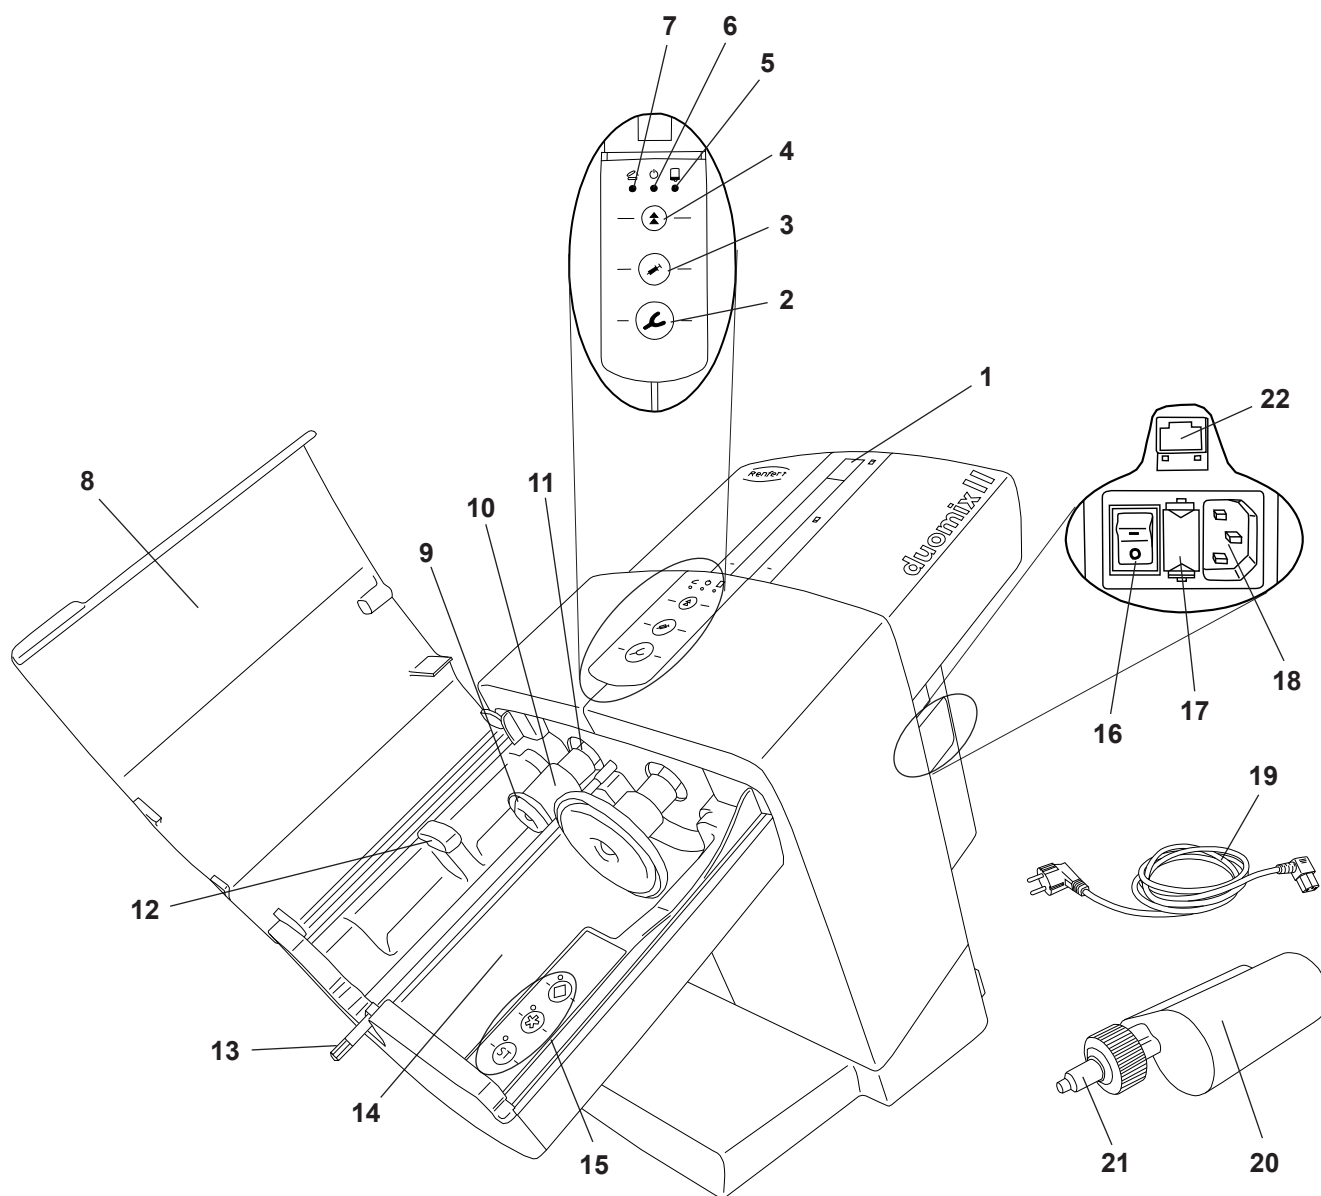

Fig. 1
- ⇒ Inserire il cordone di rete (19, Fig. 1) incluso nella confezione nella presa per l'allacciamento di rete.
- ⇒ Accendere l'apparecchio premendo il pulsante di rete (16).
- ⇒ Chiudere il coperchio dell'apparecchio (8, Fig. 1).
- ⇒ Premere il tasto di ritorno (4).
- ◆ Gli stantuffi (9, Fig. 1) tornano indietro nella posizione iniziale e si arrestano in questa posizione.
- ⇒ Rimuovere il dispositivo di sicurezza per il trasporto (23).
È possibile inserire e sostituire una cartuccia, solo quando i due stantuffi (9, Fig. 1) si trovano nella posizione di partenza.
⇒ Chiudere il coperchio dell'apparecchio (8, Fig. 1).
⇒ Aprire il coperchio dell'apparecchio (8, Fig. 1).
Il coperchio dell'apparecchio può essere chiuso solamente se la cartuccia è inserita in modo corretto. Finché il coperchio dell'apparecchio non è chiuso in modo corretto, la spia LED a luce rosso "coperchio dell'apparecchio" (7, Fig. 1) rimane accesa.
- Porta-impronta (2), elevata velocità di estrusione
- Siringa (3) bassa velocità di estrusione
- ◆ L'asta esagonale (13, Fig. 1) comincia a ruotare e si inserisce automaticamente nel puntale miscelatore (21, Fig. 1) prima di fermarsi nuovamente.